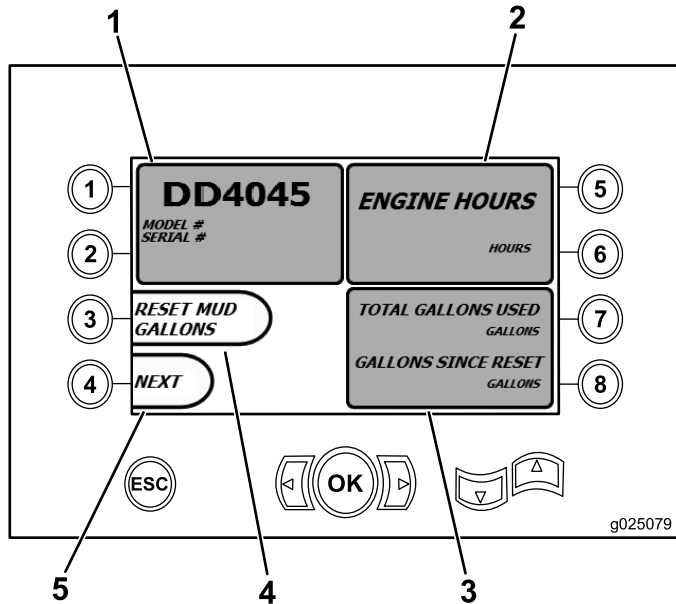

Рисунок 14
- Модель и серийный номер машины (Рисунок 14).
- Наробotka двигателя машины в часах (Рисунок 14).
- Количество галлонов использованного бурового раствора и сбрасываемое количество использованных галлонов бурового раствора (Рисунок 14).
Примечание: Нажмите кнопку 3 для сброса количества использованных галлонов бурового раствора с момента последнего сброса этой величины (Рисунок 14).